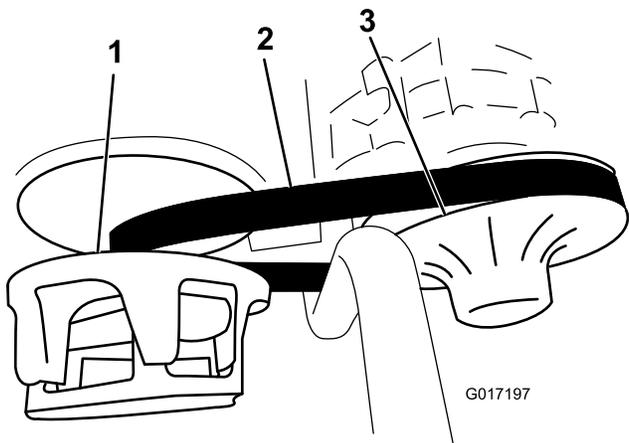

Figure 65
3. Faites tourner la courroie et vérifiez qu'elle n'est pas excessivement usée ou endommagée (Figure 65).
3. Faites tourner la courroie et faites-la passer sur l'embrayage secondaire (Figure 65).
4. Enlevez la courroie de l'embrayage primaire (Figure 65).
5. Alignez la courroie neuve sur l'embrayage principal (Figure 65).
6. Faites tourner la courroie et faites-la passer sur l'embrayage secondaire (Figure 65).